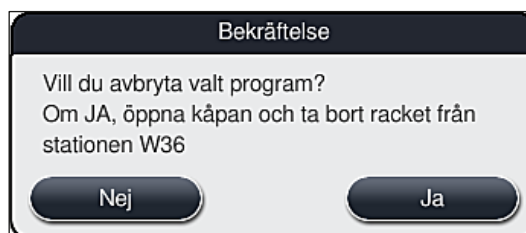

Bild 91
5. I det efterföljande informationsmeddelandet (→ "Bild 91") bekräftar du att programmet ska avslutas med **Ja** eller återgår till processtatusvisningen med **Nej**.
Informationen i meddelandet (→ "Bild 91") måste följas.